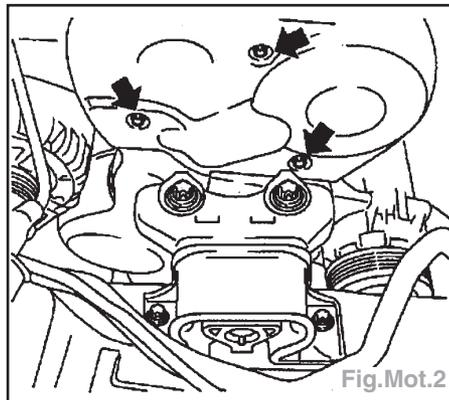

Fig.Mot.2
- la partie Sup. de la courroie de distribution (Fig.Mot.2),
- Déposer le bloc amortisseur D du moteur et desserrer l'adaptateur de retenue (Fig.Mot.2).